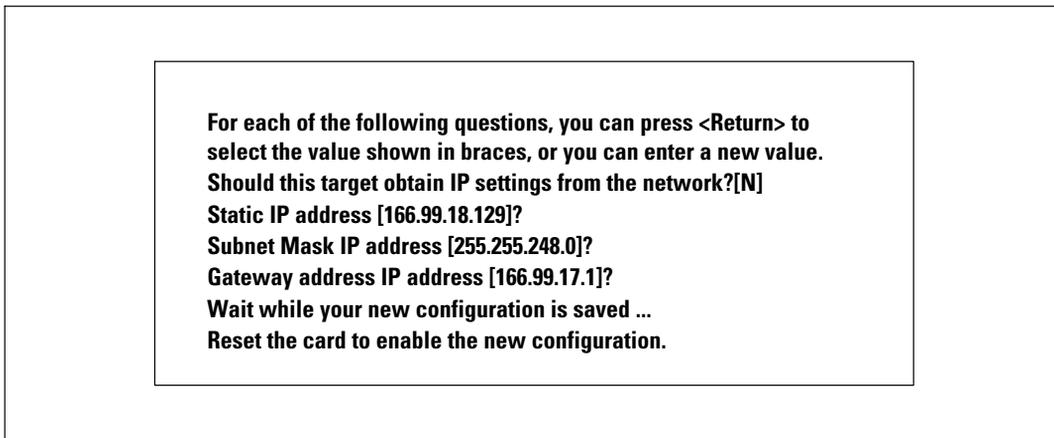

Figure 42. Modification des paramètres du réseau
- **Modification des paramètres du réseau** : pour modifier les paramètres existants du réseau (voir Figure 42). Redémarrez la carte pour activer les nouveaux paramètres. En mode DHCP, la carte peut recevoir les paramètres suivants selon les réglages du serveur DHCP :